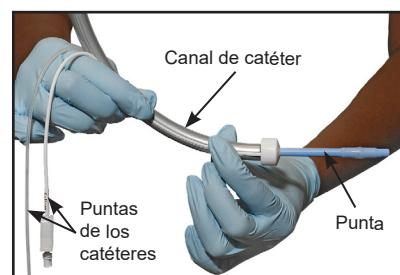
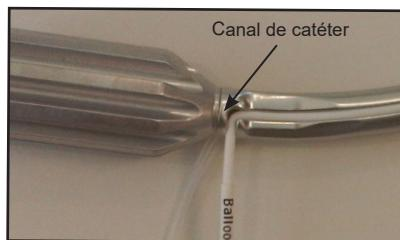

Figura 1
Figura 2
2. Compruebe que los catéteres de la punta están asegurados en los canales de catéter del mango (consulte la figura 1 y la figura 2).